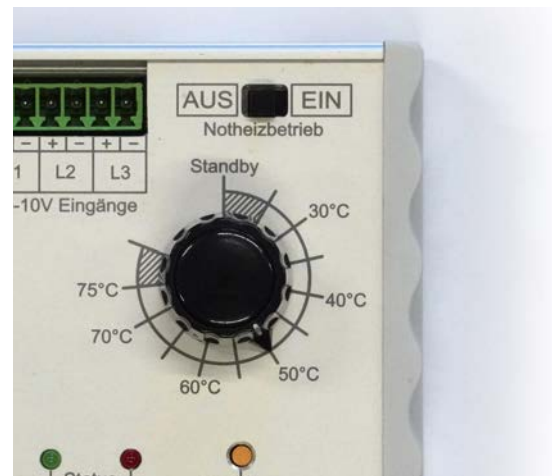

Abb. 28: Manuelle Einstellung der Zieltemperatur mit dem Drehknopf
- manuell mit dem Drehknopf am E-Heat (Abb. 28)
Die manuelle Eingabe der Zieltemperatur über den Drehknopf (Abb. 28) gilt immer dann, wenn der 0-10V-Eingang "Zieltemp." nicht belegt ist bzw. die Eingangsspannung unter 2,5 V (Standby-Modus) liegt.